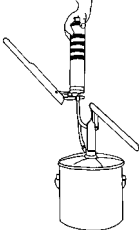

FIGURA 9
4. Inserte el adaptador de carga de la tapa superior en la válvula de la bomba (vea la Figura 9).